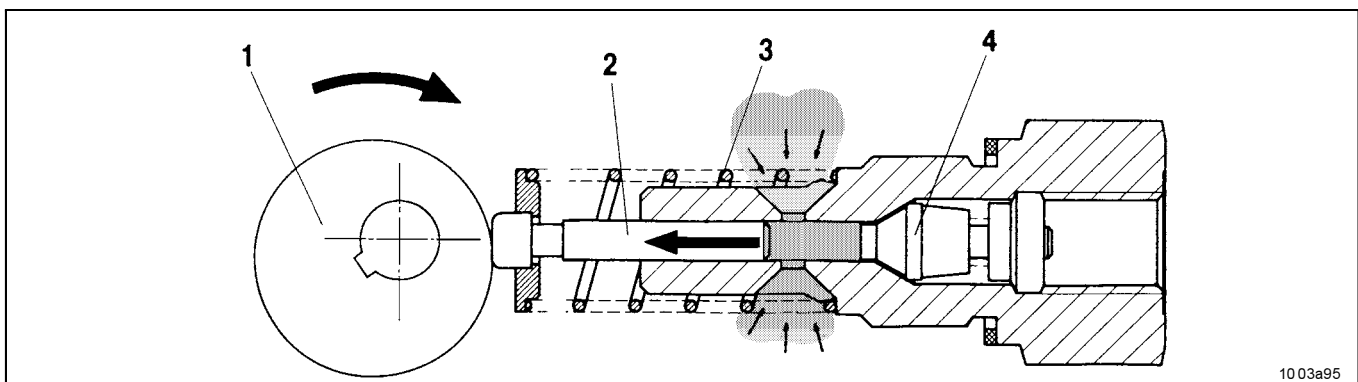

Fig. 2-2 L'élément de pompe aspire du lubrifiant
- Le moteur électrique entraîne l'excentrique 1 (fig. 2-2 et 2-3).
- le piston 2 aspire du lubrifiant dans le réservoir (fig. 2-2).